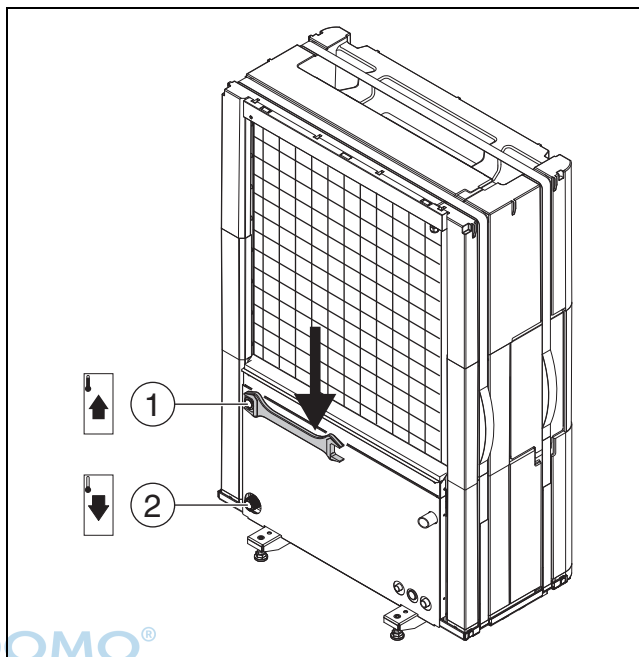

Bild 15 Anschlüsse der Wärmeträgerrohre, gültig für alle Größen
- Vorlauf zur Inneneinheit am Wärmeträgerausgang der Wärmepumpe anschließen (→ [1], Abb. 15).
- Rücklauf von der Inneneinheit am Wärmeträgereingang der Wärmepumpe anschließen (→ [2], Abb. 15).
- Anschlüsse der Wärmeträgerrohre mit einem Anzugsmoment von 120 Nm anziehen. Die Kraft nach unten richten (→ Abb. 15), um eine seitliche Belastung des Kondensators zu vermeiden. Wenn der Anschluss nicht richtig dichtet, kann die Verbindung mit einem Anzugsmoment von bis zu 150 Nm angezogen werden. Wenn der Anschluss nach wie vor nicht dicht ist, weist dies auf eine Beschädigung der Dichtung oder des angeschlossenen Rohrs hin.